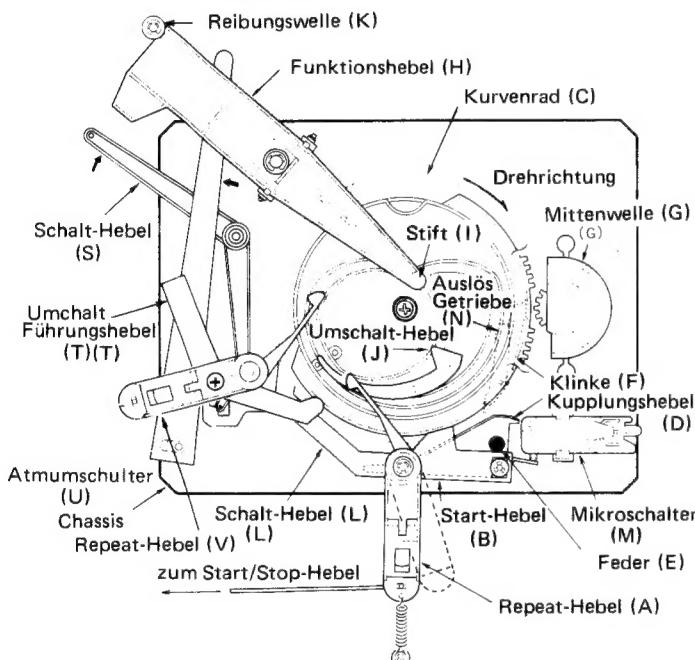
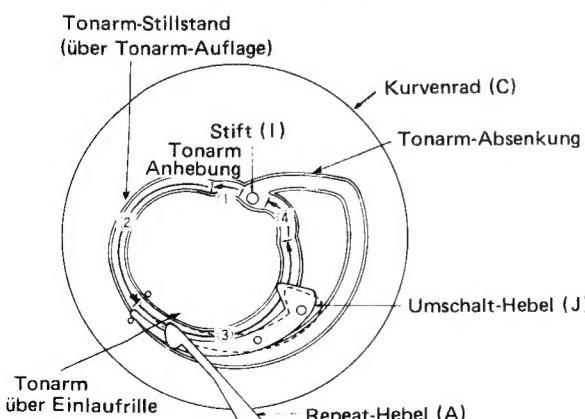

Abb. 3 Unteransicht
Abb. 4 Führungsrolle auf dem Kurvenrad
1. Nach Druck auf den Start-Knopf des Plattenspielers schwingt der Repeat-Hebel (A) seitwärts und der Start-Hebel (B) bewegt sich in Richt und Kurvenrad (C). Der Schalt-Hebel (L) stellt den Mikroschalter (M) auf EIN, wodurch der Motor anläuft. Gleichzeitig wird der Kupplungshebel (D) durch die Feder (F) aktiviert und drückt die Klinke (F) aus dem Kurvenrad (C).
2. Die Zähne der Klinke (F) werden vom Zahnkranz der rotierenden Mittenwelle (G) erfaßt. Das Kurvenrad (C) und die Mittenwelle (G) greifen ineinander und das Kurvenrad (C) beginnt sich zu drehen.
3. Wie aus Abb. 4 ersichtlich, eine Drehung des Kurvenrad (C) ist in 4 Abschnitte unterteilt. Die Vorgänge in jedem Abschnitt werden im folgenden erklärt. (Siehe Abb. 3~5)
1) Funktion am Punkt (1) in Abb. 4
2) Funktion am Punkt (2) in Abb. 4
3) Funktion am Punkt (3) in Abb. 4
4) Funktion am Punkt (4) in Abb. 4
5. Während die Platte abgespielt wird, bewegt sich der Tonarm nach innen, bis die Spitze eines am Schiebe-Hebel (Q) befestigten Hebels, das Auslös-Getriebe (N), das sich auf dem Kurvenrad (C) befindet, berührt. Wenn das Auslös-Getriebe (N) herausgedrückt wird, bewegt sich die Klinke (F) ebenfalls nach außen.
6. Da die Klinke (F) und der Zahnkranz der Mittenwelle ineinander greifen, beginnt sich das Kurvenrad (C) zu drehen. Eine Drehung des Kurvenrades ist in 4 Abschnitte unterteilt. Die Vorgänge in jedem Abschnitt werden im folgenden erklärt. (Siehe Abb. 3, 5 und 6)